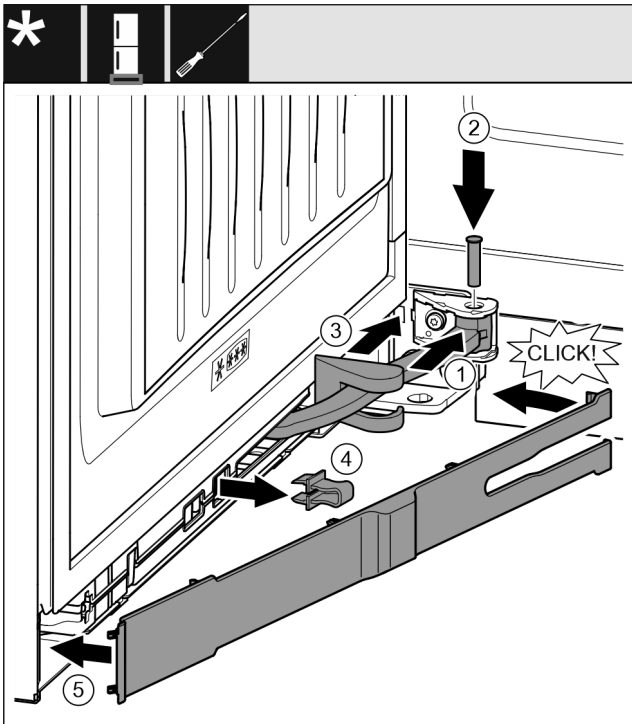

Fig. 46
- ▶ Shtyni pjerrtas deri në fund brenda në fole njësine e amortizatorit të mbylljes, në anën e bazamentit mbështetës. Fig. 46 (1)
- ▶ Shtyjeni njësine e amortizatorit të mbylljes plotësisht brenda në fole. Fig. 46 (2)
- ▶ Mbërtheni fort vidën me një kaçavidë T15. Fig. 46 (3)
- ▶ Shtyni kapakun mbulues mbi krahun e mbylljes. Fig. 46 (4)